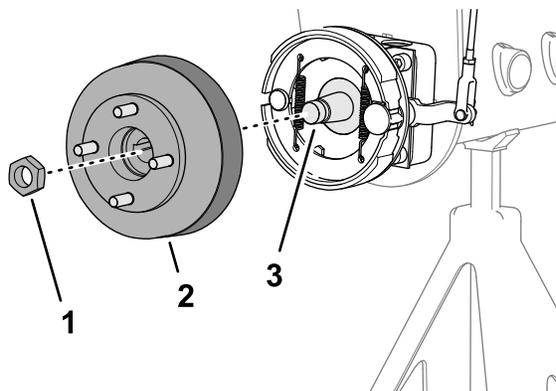
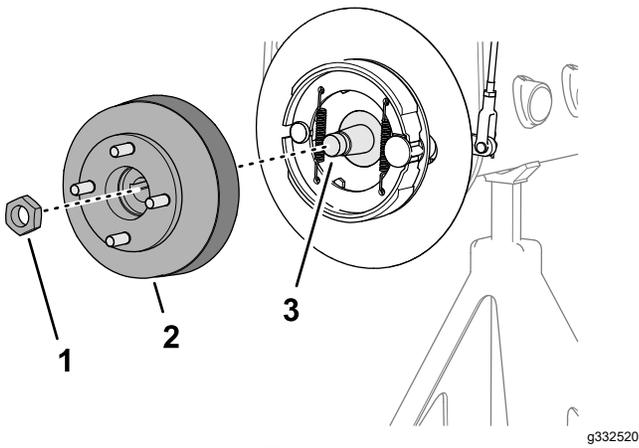

图 65
图 66
1. 卸下将轮毂固定到车轮马达轴上的锁紧螺母图 65 或图 66。
4. 使用指定的轮毂拉拔器从车轮马达轴上卸下轮毂和制动鼓图 65 或图 66。